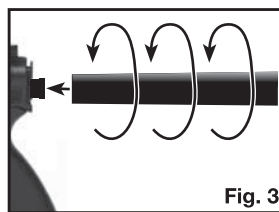

Fig. 3
- Para instalarla, alinee la culata con las ranuras en la parte posterior del rifle. (Fig.3) y torcedura hasta que se traben.